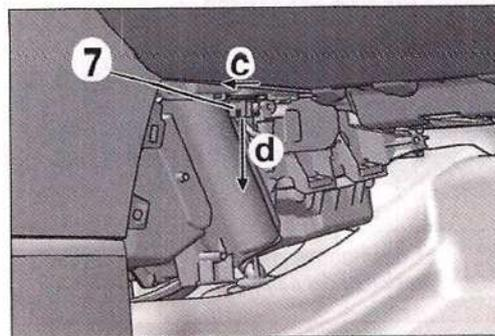

FIG. 21
- Girar un cuarto de vuelta (C) la sonda (7) y extraerla según (d) (Fig.21).